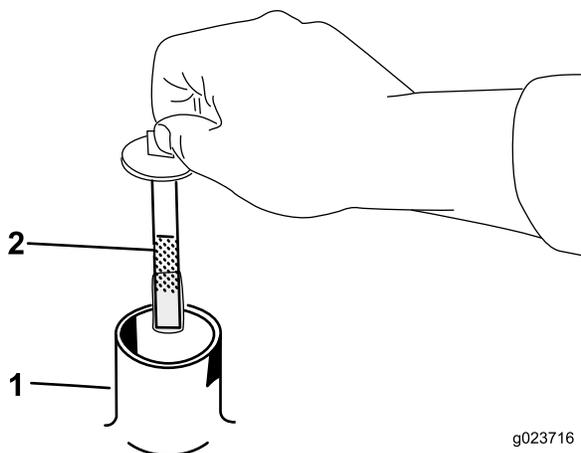

Figura 42
5. Retire el tapón del cuello de llenado y compruebe en la varilla el nivel de aceite (Figura 42).